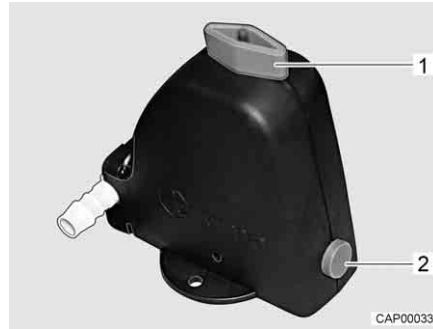

Bild 250 Säkerhets-/avtappningsventil (Truma)
- Öppna säkerhets-/avtappningsventilen (Truma). Vrid då vredet (Bild 250,1) mot säkerhets-/avtappningsventilen. Tryckknappen (Bild 250,2) skjuts ut.